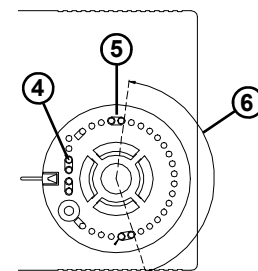

Fig. 4
1. Sollevare la manopola facendo leva con un cacciavite nell'apposito invito (2).
2. Prelevare i cavalieri meccanici (4) parcheggiati a lato della sede manopola e posizionarli (5) come nell'esempio di Fig. 4. In questo modo il campo di rotazione (6) e' ridotto come nell'arco indicato.
1. Remove the knob by tilting it, eventually with the help of a screwdriver placed in the slot (2).
2. Pick up the plastic pins (4) parked at one side of the knob area and set them (5) as in the example of Fig. 4. In this example the rotation range (6) is reduced as in the shown angle.